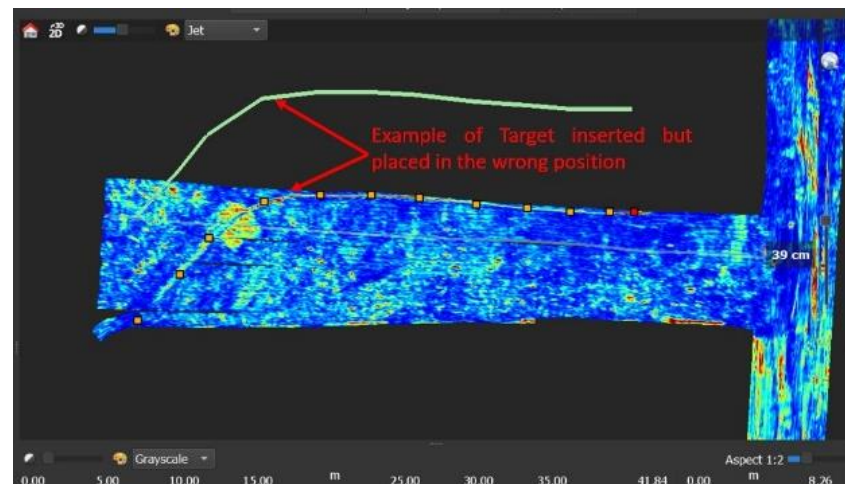
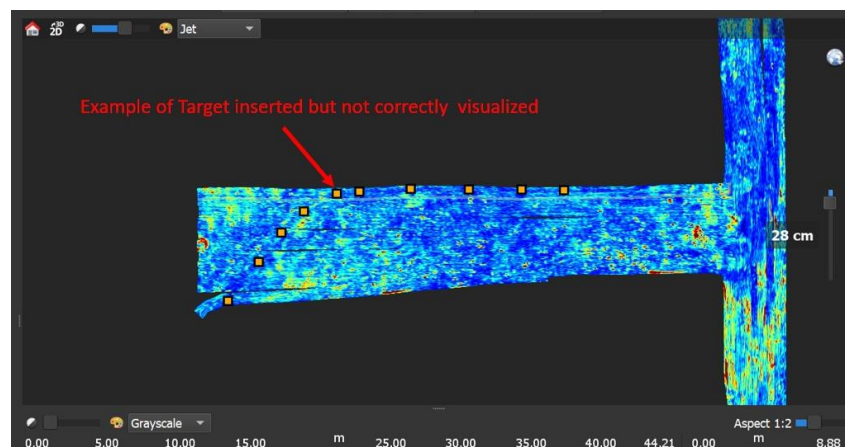

图 123 目标可视化错误示例（1）
图 124 - 目标可视化错误示例（2）
- i. 2D/3D 视图中目标的可视化错误（用户插入的功能可能无法正确可视化，或者它们出现在错误的位置）（图 123 和图 124）。更新图形驱动程序或切换到专用 GPU（见上文）可以解决此问题。